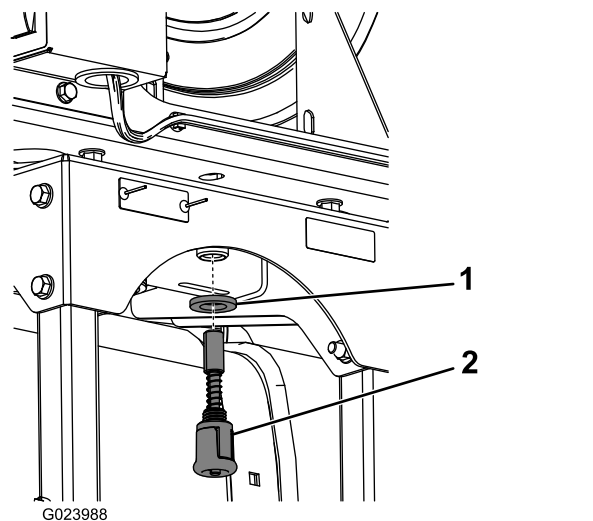

Figura 8
8. Instale a anilha grande e pino de mola ao lado inferior da estrutura do cilindro da tubagem (**Figura 8**).